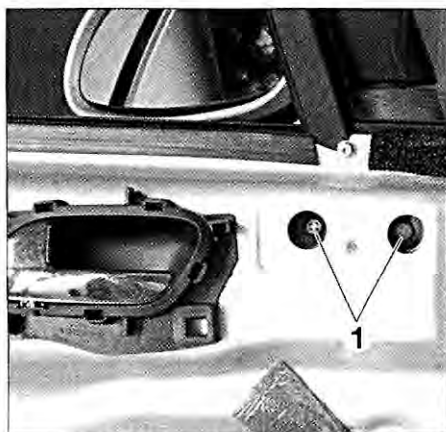

FIG. 64
- Desmontar los tornillos de fijación (1) (fig. 64).